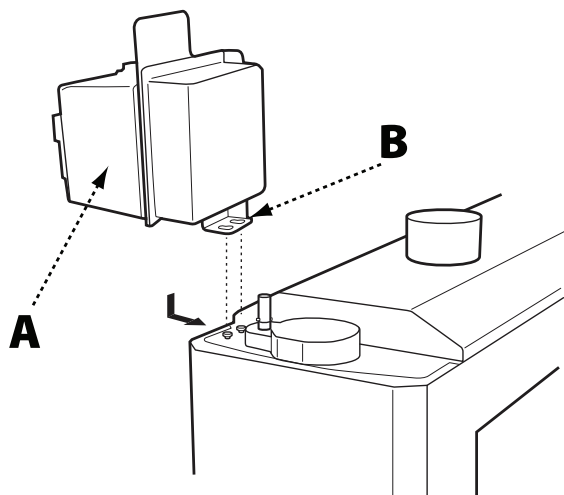

FIG. 2
1. Ubique los dos orificios roscados en la parte superior derecha de la máquina como se muestra en la Fig. 2.
3. Monte el ensamblado del interruptor (A) al marco de la máquina alineando los orificios (B) en el ensamblado del interruptor sobre las cabezas de los tornillos y empujando el ensamblado hacia atrás y en la posición requerida.